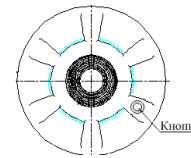

Рисунок 1
1.3.2. Блок извещателя представляет собой единую конструкцию, состоящую из крышки и основания, с расположенными внутри печатной платой и оптическим узлом. На лицевой поверхности извещателя расположена кнопка для проверки работоспособности извещателя, внутри которой находится оптический индикатор срабатывания красного цвета (Рисунок 1).